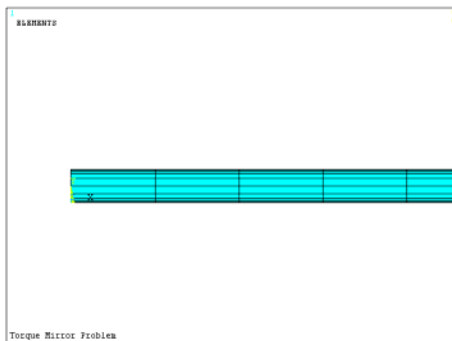

图 9-18 划分网格后的模型（局部）
⑦依次选择 Main Menu→Preprocessor→Meshing→Mesh→Areas→Mapped→3 or 4 sided，会弹出“Mesh Areas”对话框，单击“Pick All”按钮，划分的网格模型如图 9-18 所示。